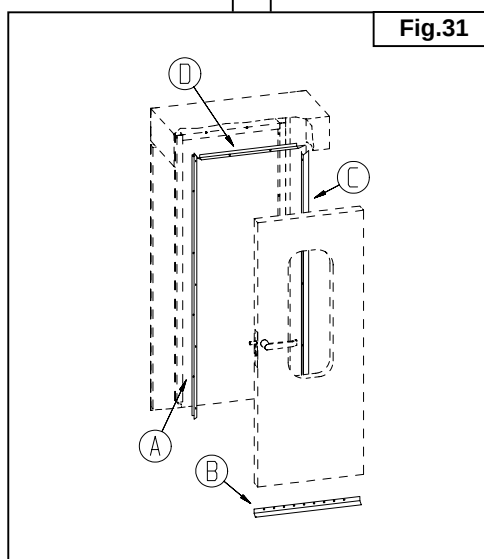

Fig.31
(3) -Smontare le guarnizioni fissate con viti autofilettanti alla battuta della porta e alla porta stessa (**Fig.31**).
(3) - Disassemble the gaskets fixed with self-threading screws to the door rabbet and to the door itself (**Fig. 31**)